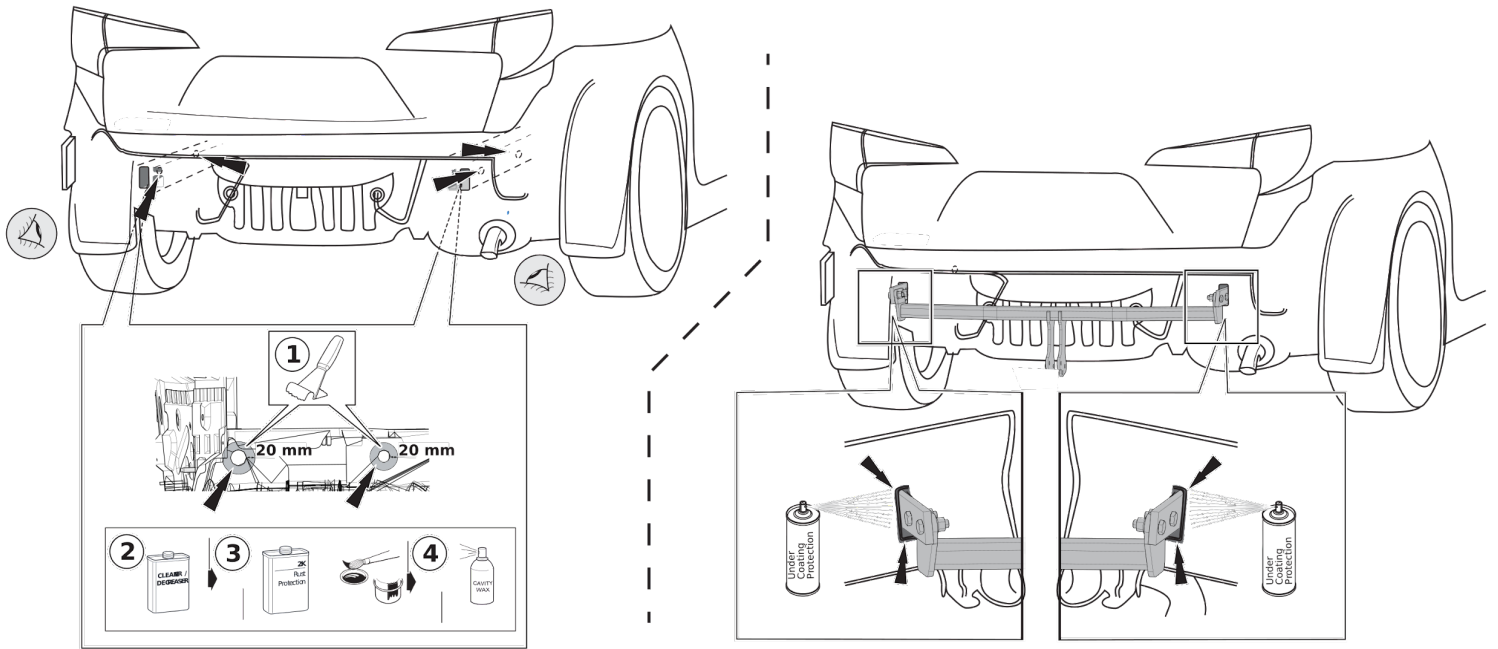

Fig. 5
12. нанести антикоррозионное покрытие в соответствии с нормами на рис. 5